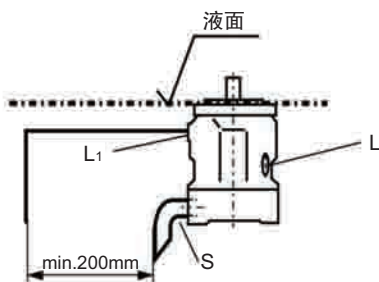

图1
a) 当油箱的最低液面高于或等于安装法兰面时，将“L”口堵死而将“L₁”和“S”敞开。建议“L₁”和“S”口如图 1 所示配管。